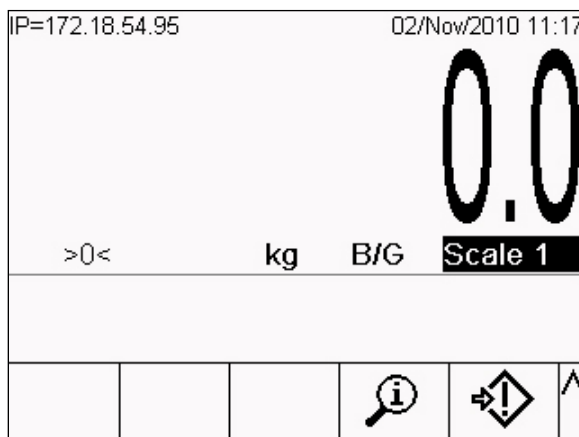

Figura 1-3: Pantalla inicial IND780 que muestra la tecla programable de extracción de información
1. En la pantalla de vista de la báscula (Figura 1-3), presione la tecla programable EXTRACCIÓN DE INFORMACIÓN  (comúnmente en la segunda fila de teclas programables).